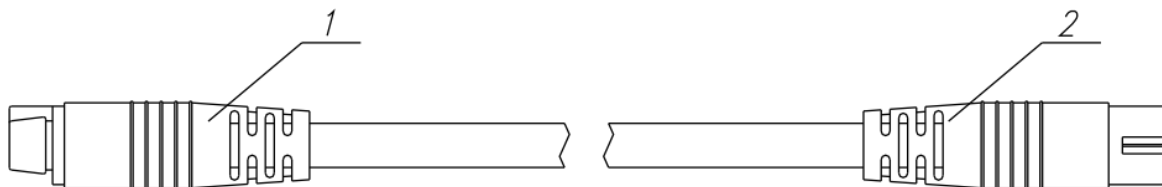

Рисунок 3.4 Кабель-удлинитель для измерительного преобразователя, изображенного на рисунке 3.3
Преобразователь, изображенный на рисунке 3.3, можно подключить к измерительному блоку с помощью кабеля-удлинителя (см. рисунок. 3.4).
- 4.3** Соединить измерительный блок с измерительным преобразователем напрямую или кабелем-удлинителем (см. рисунок 3.4). В случае если анализируемая среда предполагает содержание механической пыли, паров масла принять меры по их устранению.